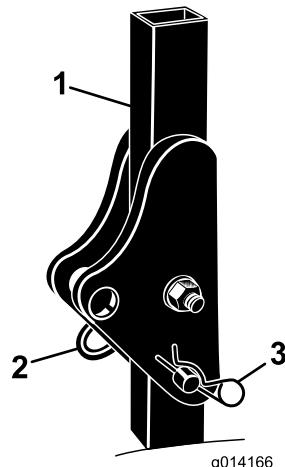

Figura 3
- Rimuovete le coppiglie e le spine dal roll bar (Figura 3).
- Alzate completamente il roll bar e montate le due spine, quindi fissatele con le coppiglie (Figura 3).